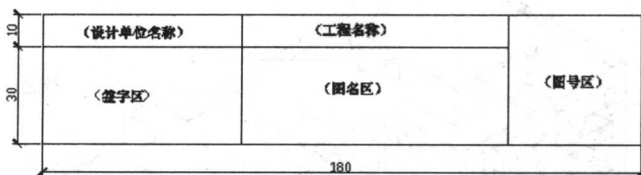

图 1-8 标题栏示意图
(3) 同一工程的图纸一般不要多于两种图纸。尽量采用同一规格样式的图纸。
(4) 图纸的标题栏具体大小和样式举例如图 1-8 所示, 标题栏也简称“图标”。
注意: 最好按照图 1-8 所示绘制一个标题栏, 在后面的章节中要用到。